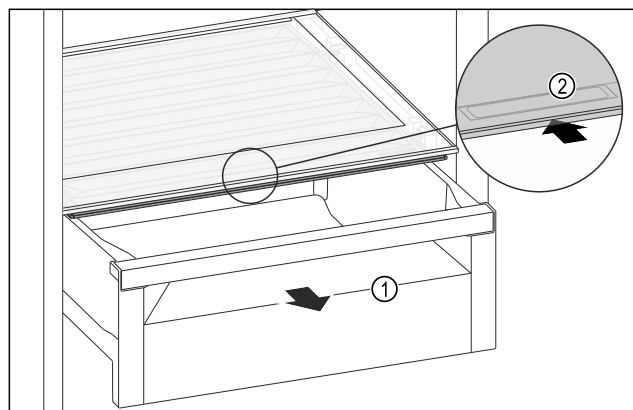

Fig. 201
- Estrarre il cassetto Fig. 201 (1).
- Afferrare la maniglia incassata Fig. 201 (2) sul coperchio dello scomparto e spingere allo stesso tempo all'indietro il coperchio dello scomparto.